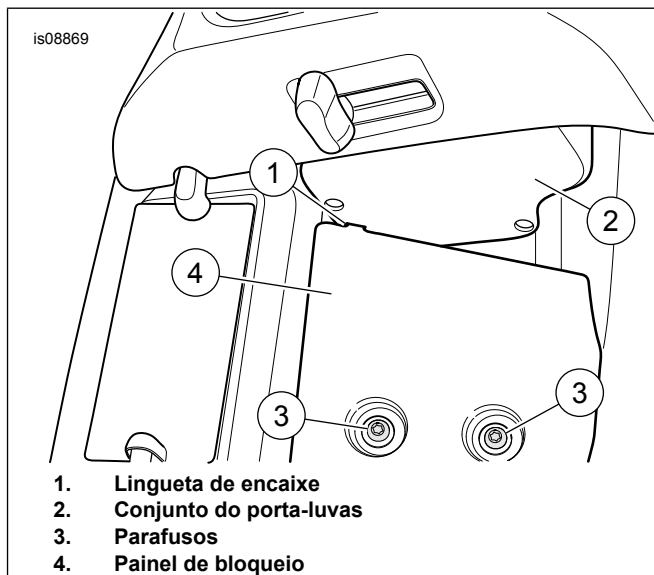

Figura 2. Lingueta de encaixe e painel de bloqueio
2. Veja Figura 2 . Da parte dianteira, remova os parafusos (3), bloqueie o painel (4) e o porta-luvas (2). Desligue a articulação da porta de respiro.